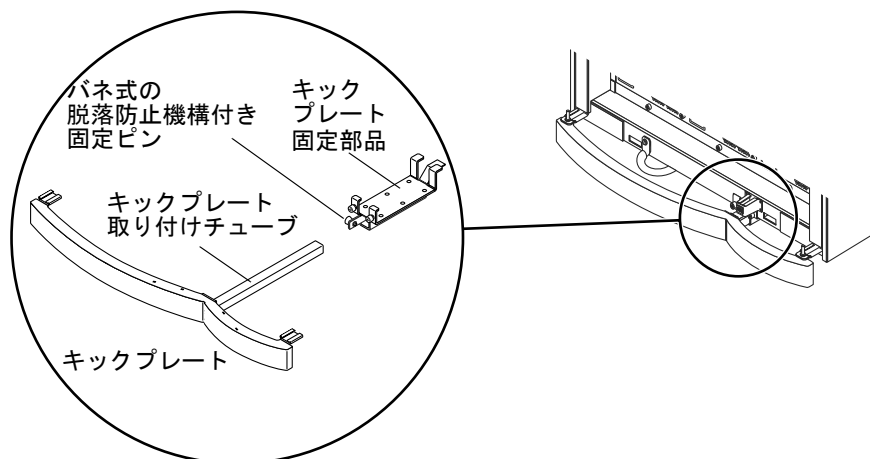

図 4-2 キャビネットのキックプレート部品の取り外し
2. 正面および背面のキックプレート部品を取り外します (図 4-2)。